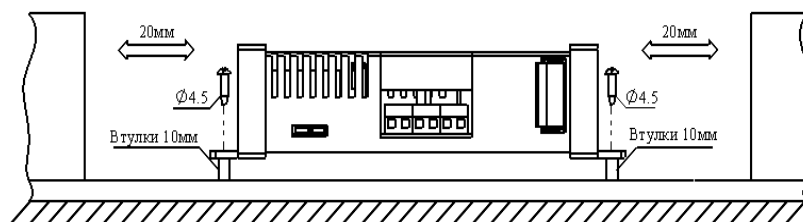

Рис. 2
- В случае невозможности обеспечить вертикальную установку возможна установка в горизонтальном положении. В этом случае необходимо проследить, чтобы поверхность снизу не касалась металлического кожуха и не закрывала отверстия для вентиляции. Желательно при таком способе установке приподнять устройство над поверхностью на высоту не менее 10 мм., проложив под элементами крепежа шайбы. Необходимо обеспечить сверху свободное пространство размером не менее 70 мм. (Рис. 2) Максимальную мощность нагрузки при таком способе установке следует ограничить значением в 75 Вт.